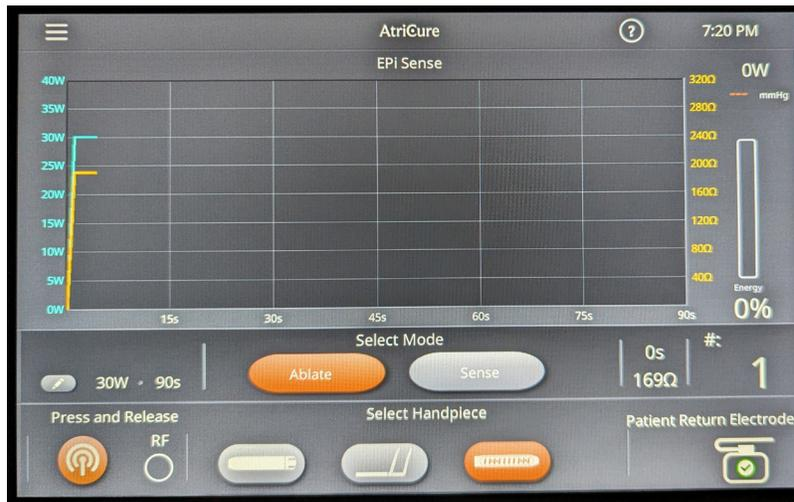

Figure 11. Écran de pièce à main Epi-Sense — Énergie
14. Pour passer du mode Ablation au mode Détection, utilisez le bouton de sélection sur l'écran tactile. Reportez-vous à la figure 11. Écran pour pièce à main EPI-Sense — Énergie.